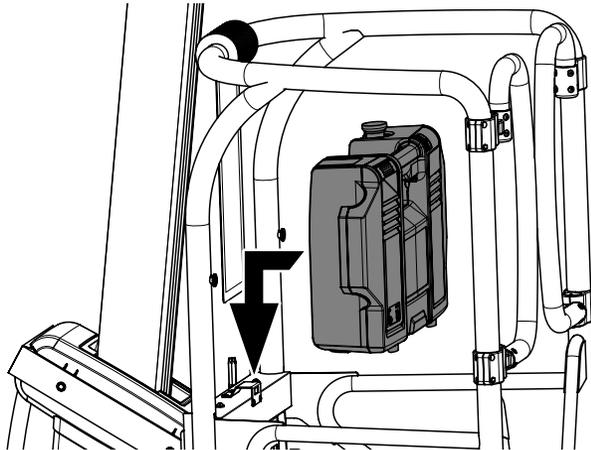

Figura 3-12. Generador instalado y asegurado en su lugar
4. Poner el generador (equipo opcional) contra los miembros verticales de la plataforma más cercanos al mástil, y deslizarlo hacia abajo hasta que se oiga un chasquido, lo que indica que está totalmente asentado (ver la Figura 3-12.).